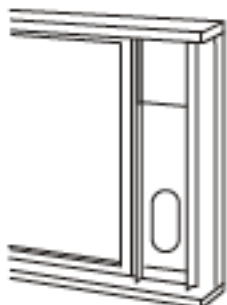

Fig. 14
3. Tagliare la spugna di guarnizione (tipo con adesivo) alla lunghezza adeguata ed applicarla alla parte superiore della finestra. Fig. 14.